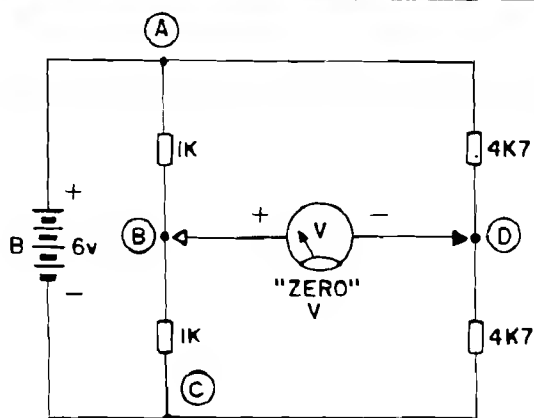

Fig. 15
- FIG. 15 - ENTRE DOIS PONTOS SOB TENSÃO, PODE NÃO HAVER TENSÃO! - A afirmação do título do presente item **parece** um absoluto paradoxo-